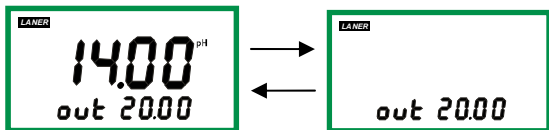

图 7-21
2、 电流输出范围起始点数值调好后，可继续进行结束点的设置，正常测量状态下按 SET 键，进入 4~20mA 输出范围结束点设置状态，其显示状态如图 7-21 所示：